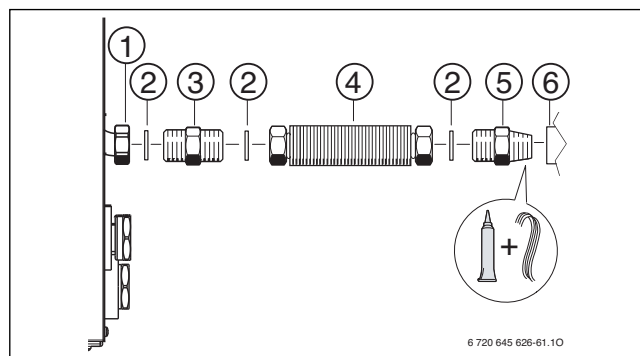

Bild 21 Gasanschluss beim Einzelgerät herstellen
- Entsprechend Bild 21 vorgehen.